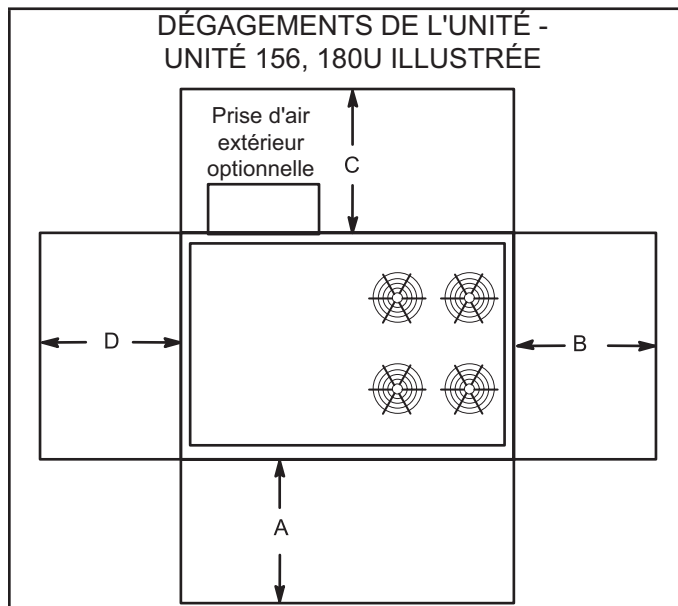

FIGURE 1
Voir les dégagements de l'unité au FIGURE 1.
- 2 - Les dégagements d'installation spécifiés doivent être respectés lors de l'installation de l'unité. Voir FIGURE 1.